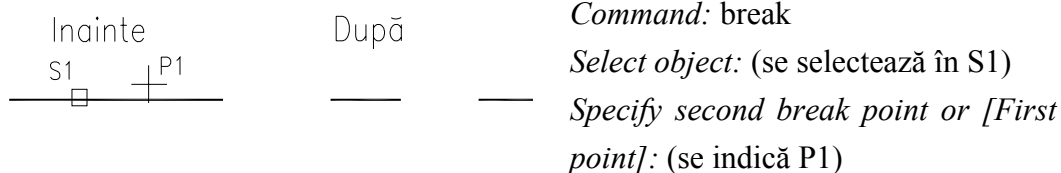

Fig. U7.2
1. Rupere aleatoare a unui segment pe o anumită porțiune (Fig. U7.2).